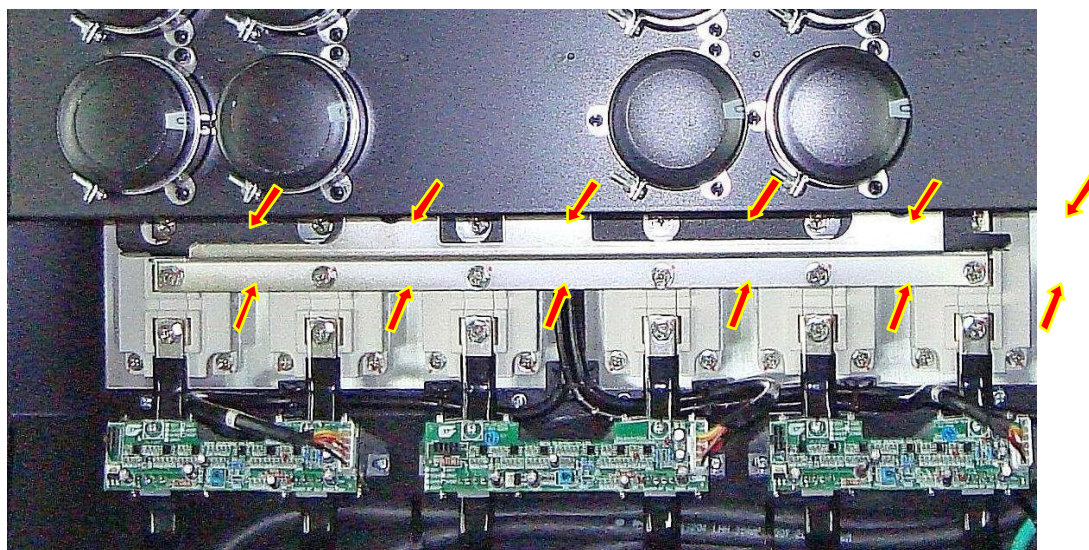

Рис. 7.20.
7.11.3.4. Вкрутить неплотно винты (12 шт.) крепления шин «+» и «-» блока конденсаторов в контакты «2», «3» модулей IGBT (рис. 7.20).
7.11.3.8. Окончательно затянуть винты крепления шин блока конденсаторов к контактам модулей IGBT и диодно-тиристорных модулей (рис. 7.20, 7.21), затянуть винты крепления проводов разрядного резистора и силовых проводов к выводам шин блока конденсаторов (рис. 7.22);